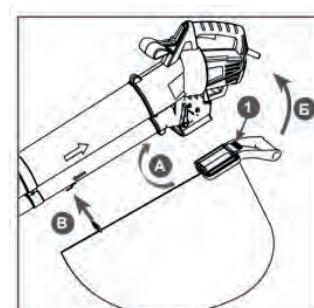

Рис. 6 Установка мусоросборника
- Установите мусоросборник, как показано на Рис. 6:
В) Зашептите переднюю петлю мусоросборника за крючок на верхней трубе (Рис. 6).